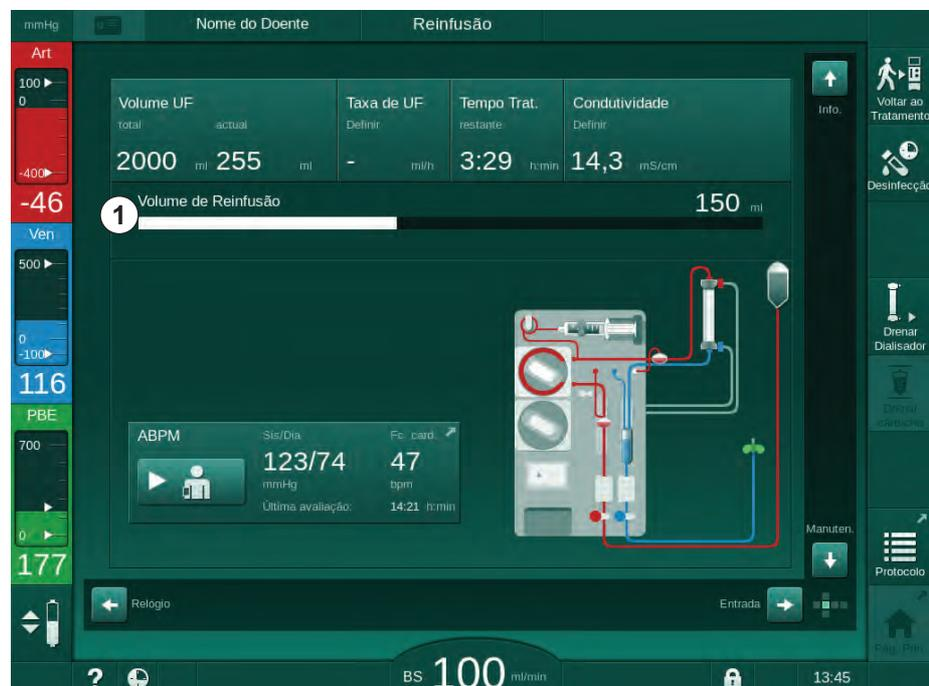

Fig. 6-20 Reinfusão em curso
☞ O volume de sangue reinfundido é indicado no ecrã (Fig. 6-20, ①).